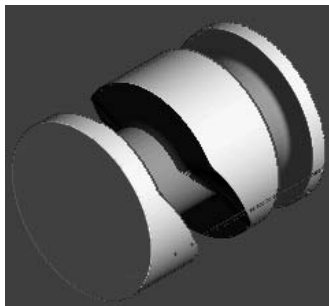

图 4-65 仿真加工结果
2) 在“仿真”工具栏的“当前刀具路径”下拉列表中选择要模拟的刀具路径 finish2, 然后单击“执行”按钮, 系统开始自动仿真加工, 仿真加工结果如图 4-65 所示。